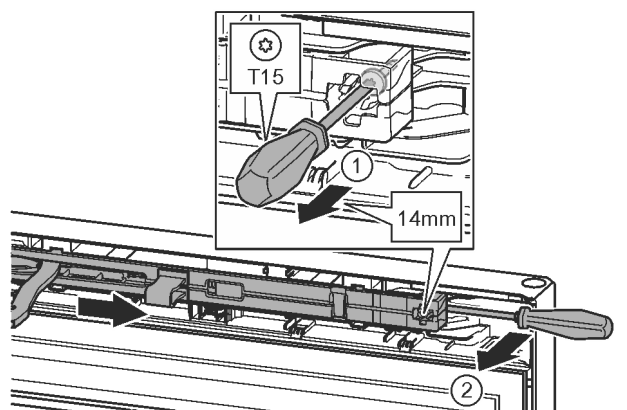

Fig. 12
- ▶ Skrutku na tlmíči uzatvárania uvoľnite skrutkovačom T15 o cca 14 mm. Fig. 12 (1)
- ▶ Skrutkovač zasuňte na strane držadla za jednotku tlmíča uzatvárania a otočte dopredu. Fig. 12 (2)
- ▶ Vytiahnite jednotku tlmíča uzatvárania. Fig. 12 (3)